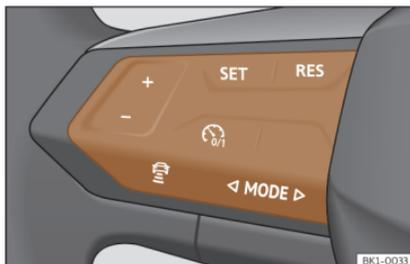

Fig. 103 En el volante multifunción: botones para manejar el ACC
- Para comenzar la regulación presione el botón **SET**»» fig. 103.
Para programar la velocidad pulse los botones **+ o -**»» fig. 103 hasta la velocidad deseada. El ajuste de velocidad se realiza en intervalos de 10 km/h (5 mph).
- Pulse el botón y, a continuación, el botón **+ o -**»» fig. 103.